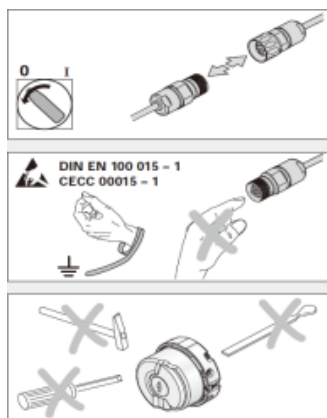

图 8 编码器安装拆卸过程注意事项
- 安装、检查、更换编码器时必须停机、切断电源，且必须要求有资质人员进行操作，必须采取措施防止静电损害，比如佩带有效接地的静电环手环（推荐使用 3M）见 P12 图 8；